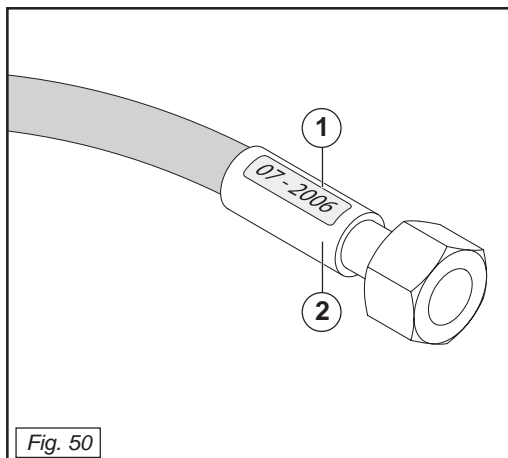

Fig. 50
- Perdite in prossimità dell'armatura del tubo (2 Fig.50).
- Corrosione dell'armatura (2 Fig. 50).
- Superati i 5 anni dalla produzione (1 Fig. 50).
- *Leckagen in der Nähe der Fittings der Leitung (2,Abb.50);*
- *Korrosion der Armatur (2,Abb.50);*
- *nach Ablauf von 5 Jahren ab dem Produktionsdatum (1,Abb.50).*